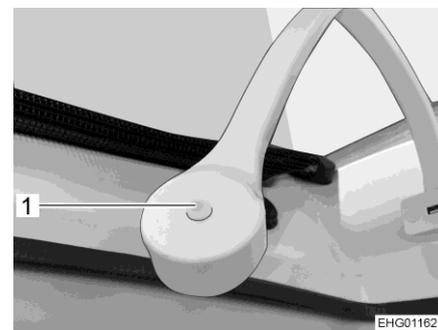

Fig. 40 Commutateur d'éclairage
- Appuyer sur le commutateur d'éclairage (Fig. 40,1) en face arrière de la tête de la lampe.